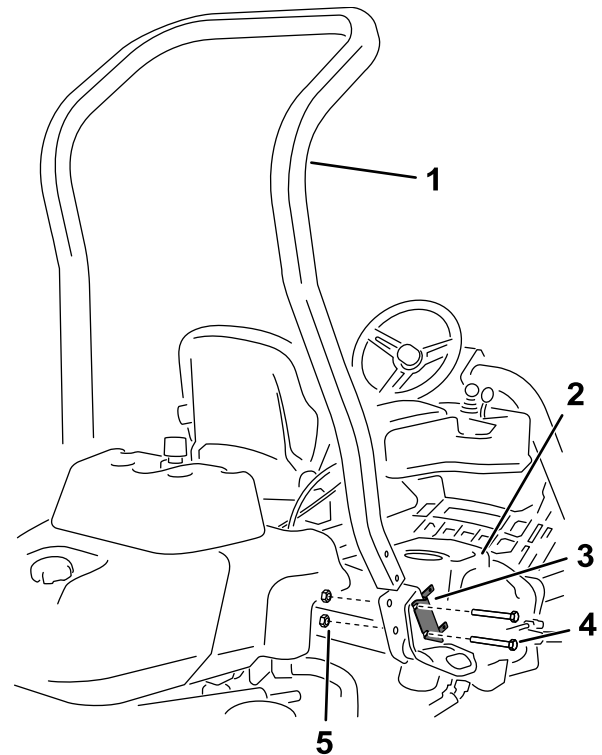

Figura 3
4. Remova os 2 parafusos que fixam o suporte do bloco de fusíveis ao suporte ROPS como ilustrado na Figura 3.